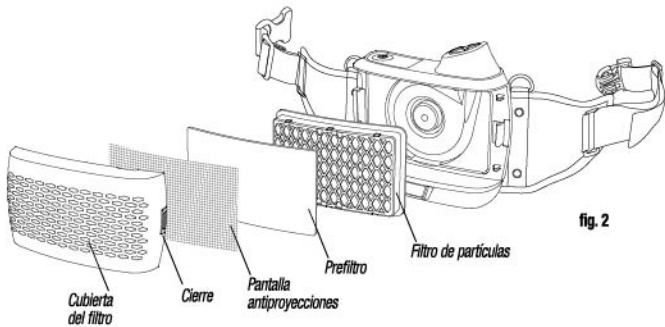

fig. 2
- Instale el filtro de partículas de conformidad con la fig. 2.